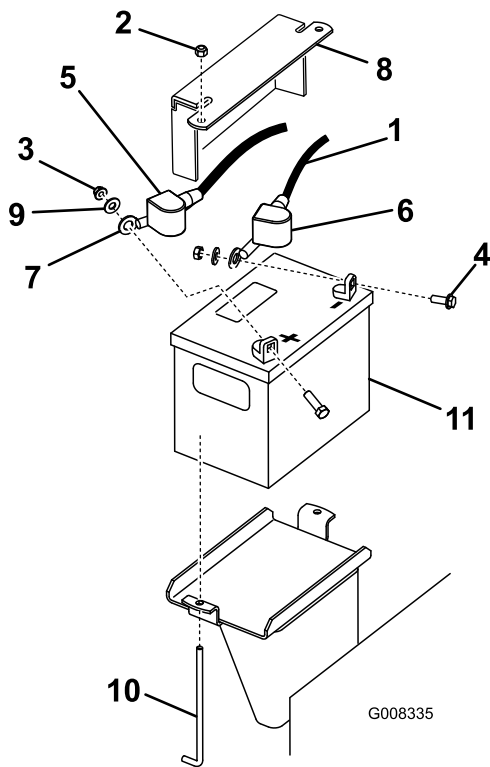

Bild 38
3. Nehmen Sie die Gummiabdeckung vom Minuskabel ab. Klemmen Sie zunächst das Minuskabel vom Minuspol (-) der Batterie ab (Bild 38).
- Schieben Sie die rote Polkappe vom Pluspol (rot) der Batterie ab, und klemmen Sie das Pluskabel (rot) ab (Bild 38).
- Entfernen Sie die Befestigungsplatte, die J-Schrauben und die Sicherungsmuttern, mit denen die Batterie befestigt ist (Bild 38) und nehmen sie heraus.
1. Schließen Sie das Pluskabel (Rot) der Batterie mit den vorher entfernten Befestigungen am Pluspol (+) der Batterie an (Bild 38).
3. Schließen Sie das Minuskabel (Schwarz) der Batterie mit den vorher entfernten Befestigungen am Minuspol (-) der Batterie an (Bild 38).
4. Befestigen Sie die Batterie mit der Stange und den Flügelmuttern (Bild 38).